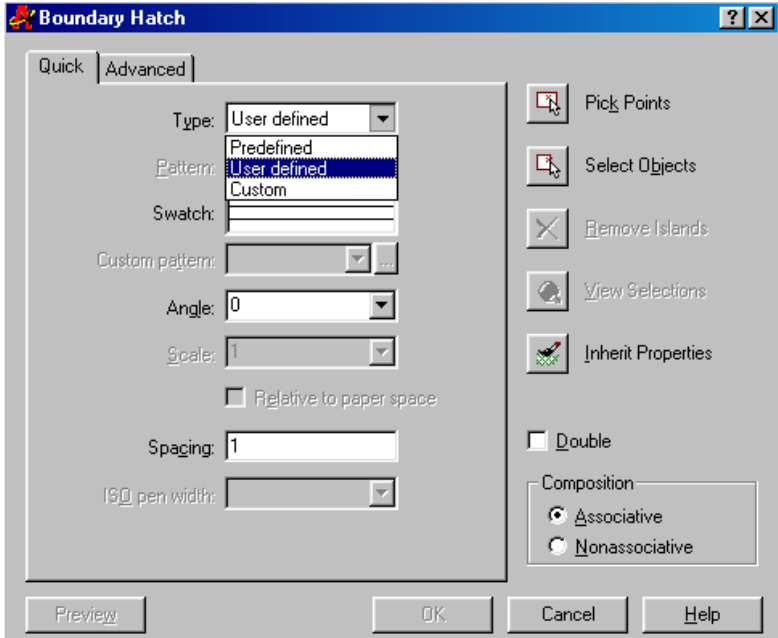

Рисунок 3.3 – Діалогове вікно параметрів штриховки
- команда **WATCH**  (**штриховка**) дозволяє отримувати різні види штриховки замкнених контурів за допомогою шаблонів або паралельними лініями з заданими дистанцією та кутом нахилу. Після виклику команди з'являється діалогове вікно, вид якого наведений на рис. 3.3.